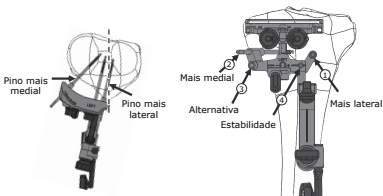

Figura 4: Fixação da Guia de corte e Colocação de pinos
Para instalar a Guia de corte ajustável da Tibia, certifique-se de que todos os botões rotativos estão definidos para 0 para permitir o intervalo de ajuste completo. A ranhura de corte deve estar alinhada com a ressecção prevista. Instale a Base de fixação da tibia com o pino mais lateral ou medial ao tubérculo tibial, como apresentado na Figura 4. Opcionalmente, os seguintes instrumentos de alinhamento manual são compatíveis para utilização com a Guia de corte ajustável da tibia. Consulte o guia de técnica cirúrgica associado para obter instruções de utilização.
Uma vez estabelecido o alinhamento, certifique-se de que os locais dos pinos estão localizados dentro da incisão. Posicione a guia do pino mais lateral da Base de fixação no tubérculo tibial medial do tendão patelar subluxado e certifique-se de que a guia do pino mais medial da Base de fixação está dentro da ferida. Coloque primeiro o pino mais lateral (1), seguido do pino mais medial (2), como apresentado na figura acima, garantindo uma fixação adequada no osso. Para pacientes de pequena estatura, está disponível uma colocação alternativa do pino medial (3), conforme apresentado na Figura 4. Se se pretender uma maior estabilidade, pode ser colocado um terceiro pino (4).